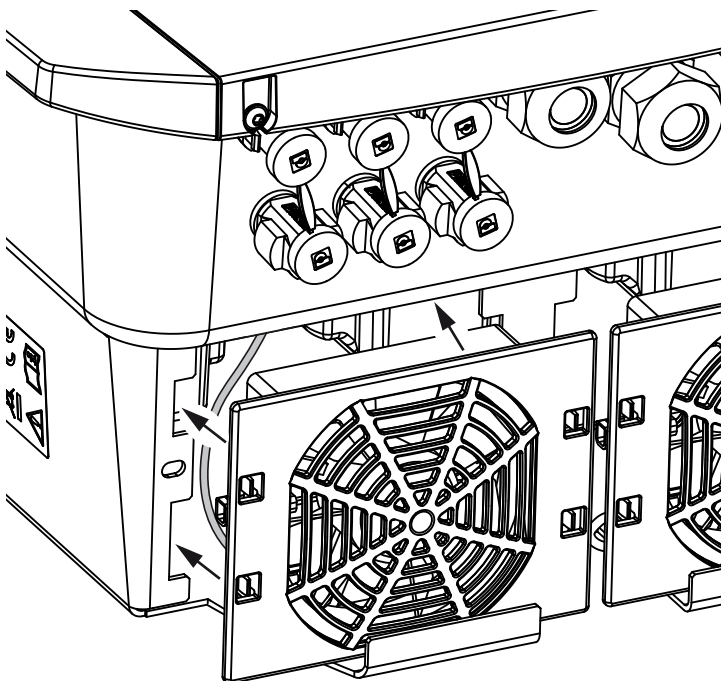

Fig. 77: Montaje del ventilador
- que el ventilador se haya montado correctamente en el bastidor del ventilador (sentido de la corriente de aire). **➡ Fig. 77**